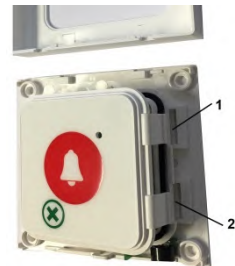

Abbildung 12
- Drücken Sie mit dem Schraubendreher die Verschlüsse der inneren Abdeckung (1 und 2 von Abbildung 12) vorsichtig nach innen, um sie zu lösen und die innere Abdeckung zu öffnen.